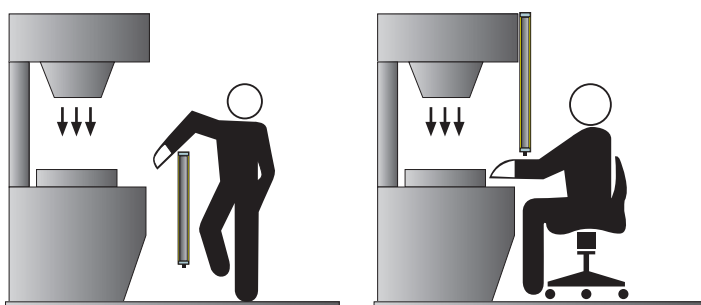
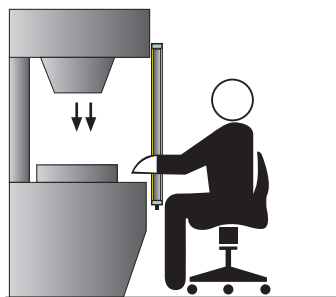

Fig. 5A
Fig. 5B
**⚠ Situazioni come quelle evidenziate negli esempi di Fig.5a, dove è possibile accedere alla macchina da sopra o da sotto devono essere eliminate installando una barriera di lunghezza tale che l'area controllata copra completamente l'accesso alla zona pericolosa (Fig.5b).**